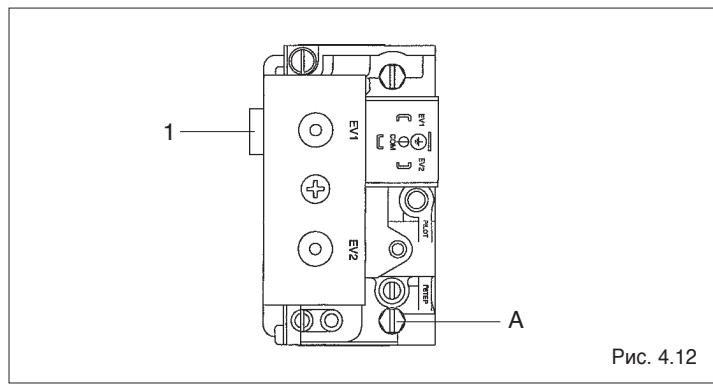

Рис. 4.12
- Выверните на три оборота винт А (Рис. 4.12) на газовом клапане и присоедините манометр;
- Вращайте винт 1 (Рис. 4.12) пока давление на манометре не достигнет табличных значений (смотрите таблицу ниже);
- отключить регулятор давления на газовом клапане, закрутив до упора винт 1 (Рис. 4.12) или винт 2 (Рис. 4.13);
- отвинтите примерно на 3 оборота винт штуцера А (Рис. 4.12) и (Рис. 4.13) присоедините манометр;;